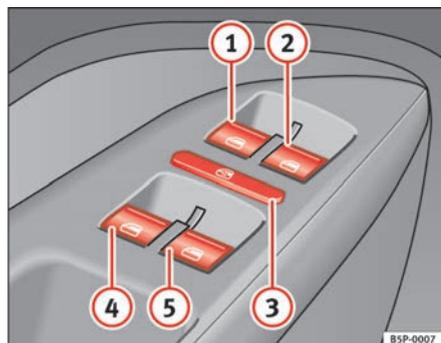

Fig. 68 Détail de la porte du conducteur : commandes d'ouverture et de fermeture des glaces avant et arrière
Les touches ⇒ page 112, fig. 68 ① et ② disposent de deux positions pour l'ouverture des vitres et de deux autres pour leur fermeture. Il est ainsi plus simple de contrôler les processus d'ouverture et de fermeture.